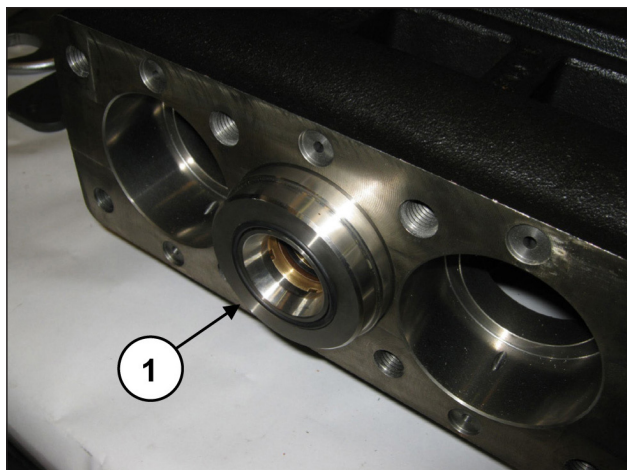

Fig. 175
Ruotando l'albero fare avanzare il guida pistone in modo che il tampone, avanzando a sua volta, possa espellere il supporto guarnizioni e tutto il gruppo pistone (pos. ①, Fig. 175).